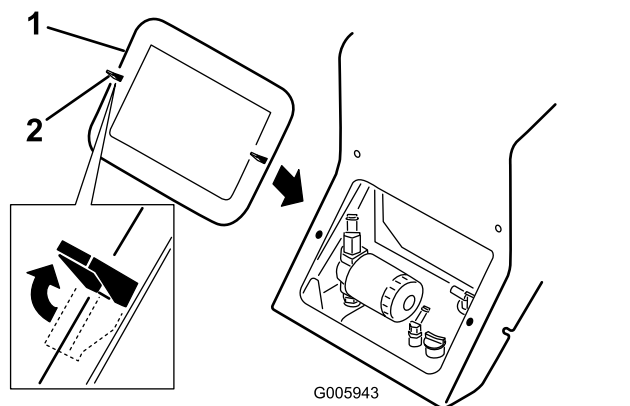

Figura 22
4. Rilasciate le 2 alette di bloccaggio (Figura 22, aletta superiore sinistra).